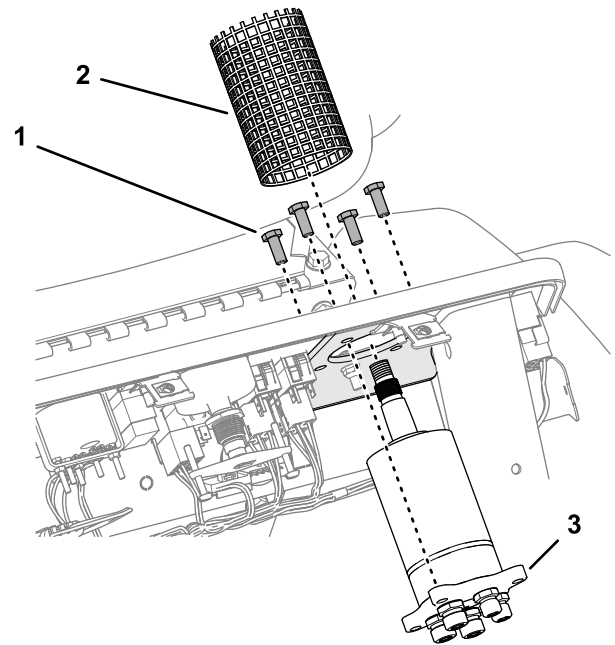

Figura 51
1. Introduzca el husillo de la válvula de dirección nueva a través de la placa de dirección (Figura 51).
3. Sujete la válvula a la placa (Figura 51) con los 4 tornillos (8 mm x 20 mm) que retiró en Retirada de la válvula (página 23).
4. Instale la cubierta sobre la válvula de dirección (Figura 51).